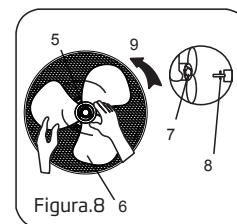

Figura.8
- Insira a lâmina no eixo e verifique se o pino do eixo do rotor está encaixado na ranhura da lâmina. Gire o girador no sentido anti-horário para apertar a lâmina. (Figura. 8)